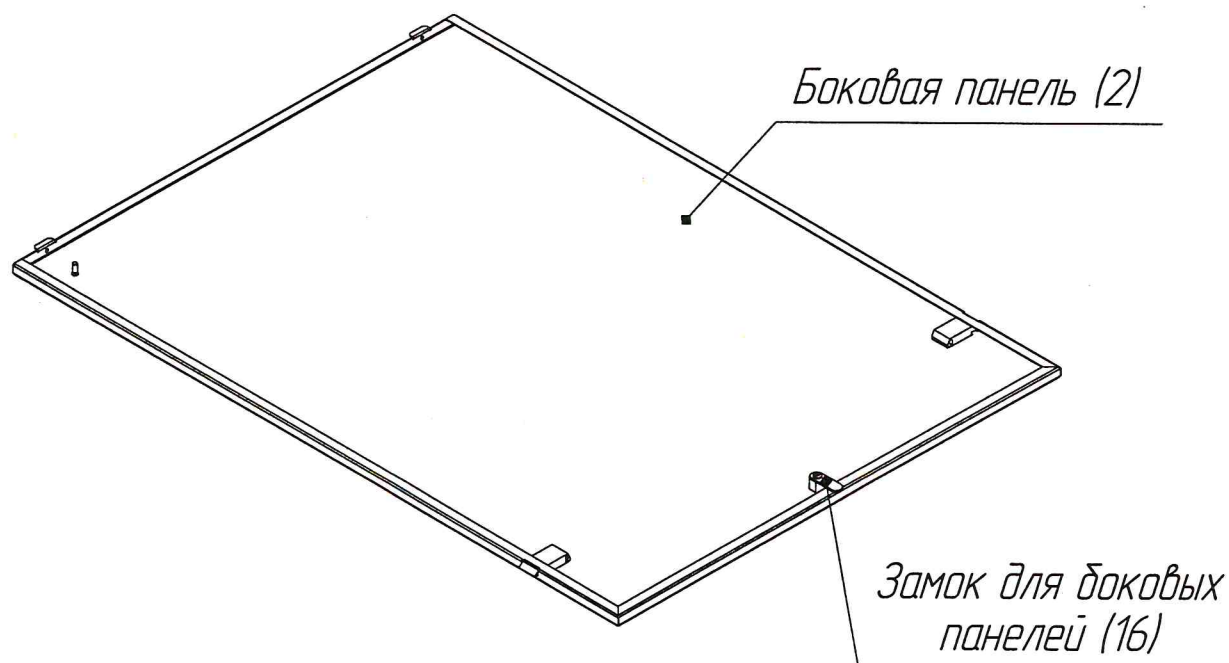

Рисунок 2
Установите на боковые панели (4) замок для боковых панелей (16) рис.2